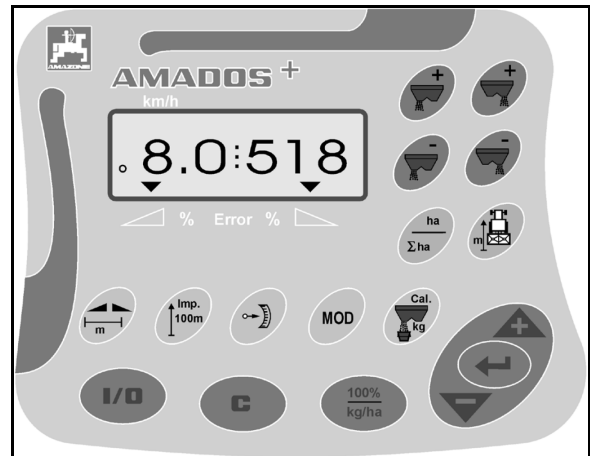

Fig. 43
5. Styrbare bremserruller (Fig. 43/1) foran
- o Monter, og sikre med splint (Fig. 43/2), hhv.
6. Faste ruller (Fig. 43/3) bak
- o Monter, og sikre med saksepinne (Fig. 43/4) i de nederste frigjøringshullene, hhv.
Når de faste rullene monteres, må du passe på at boltene (Fig. 43/5) griper gjennom boringen til rammen og dermed holder rullene i lengderetningen.